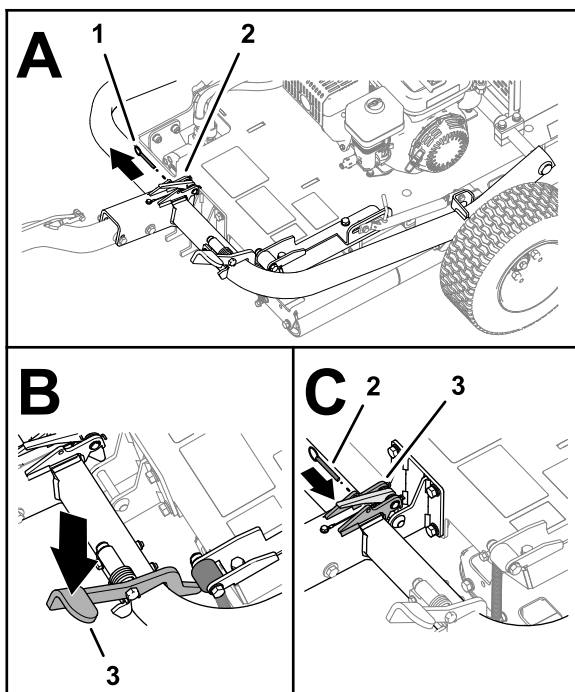

Figura 8
6. Se instalado, remova o pino de bloqueio do trinco. (Figura 8).
7. Pise o pedal do engate até o engate ficar bloqueado no lugar (Figura 8).
8. Insira o pino de bloqueio através dos furos do trinco (Figura 8).